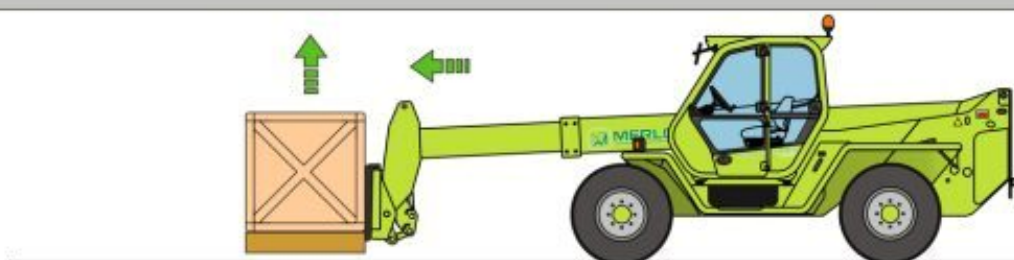

Fig.6
- den Hubarm ausfahren, die Gabeln unter die Last bringen und einige Zentimeter anheben (Abb. 6)